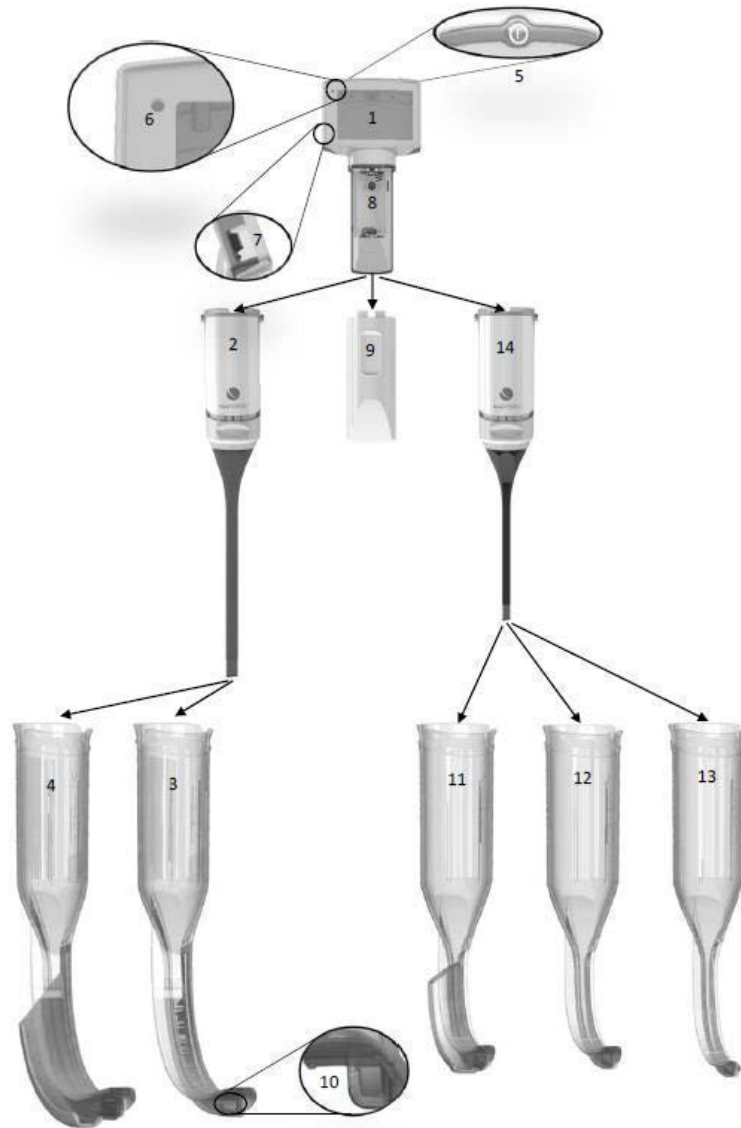

図 1
1. 組み込み型再利用可能ディスプレイ (図1、#1)
2. 再利用可能アダプター (図1、#2および#14)
3. 使い捨てブレードのオプション、気管チューブ・ガイド用のチャンネル付き (あるいはチャンネル無し) (図1、#3、#4、#11、#12 および #13)
再利用可能ディスプレイ (図1、#1)
King Vison aBladeビデオ喉頭鏡の主要な再利用可能コンポーネントは、TFT液晶 (薄膜トランジスタ液晶ディスプレイ) スクリーンを備えた耐久性があり、高品質でポータブルなバッテリー電源式のディスプレイです。これには、使い捨てブレードの先端部から映像を受信するテクノロジーを導入しており、組み込まれたフルカラーの反射防止スクリーン上で映像を表示します。再利用可能ディスプレイには、オン/オフ・スイッチ (図1、#5)、電池残量表示ライト (図1、#6) およびビデオ出力ポート (図1、#7) が装備されており、自動利得および露出調整機能や先進的な電源管理システムも搭載されています。電源は、バッテリー収納部 (図1、#8) に収納された単 4 電池が供給しており、バッテリー・ドアカバー (図1、#9) で保護されています。
再利用可能ビデオ・アダプター (図1、#2および#14)
② 使い捨て用aBlade (図1、#3、#4、#11、#12、#13)
King Vision チャンネル型 aBlade (図 1、#4 および #11)	King Vision スタンダード型 aBlade (図 1、#3、#12 および #13)
双方のブレード・バージョンとも、ビデオ・アダプター上をスライドし、再利用可能ディスプレイに接続することで、King Vision aBladeビデオ喉頭鏡が完備されます。ブレードの先端レンズには、曇り止めコーティングが施され、水滴が映像に影響を与えることを防止しています (図1、#10)。
- ビデオ・アダプター (図1、#2、#14) またはバッテリー・ドアカバー (図1、#9) を取り外し、再利用可能 King Vision ディスプレイ (図1、#8) 上のバッテリー収納部にアクセスします。
- King Vision ディスプレイの背面にある POWER ボタン  (図1、#5) を押します。
- 緑色 LED 電池残量ライト (図1、#6) は、ディスプレイが使用準備完了の状態であることを表示します。
- **電源をオンにし、映像機能を点検します。**ビデオ・アダプターがディスプレイにロックされた状態で、King Vision ディスプレイの背面にある POWER ボタン  (図1、#5) を押し、ディスプレイが動画を表示することを確認します。スクリーンが空白のままである場合、電池を交換します。ディスプレイの電源がオンになっているものの、機能的動画を表示しない場合には、電源をオフにして再度オンにする前にビデオ・アダプターが適切に接続されているかどうか確認します。機能的映像がそれでも取得できない場合には、ビデオ・アダプターまたはディスプレイを交換します。